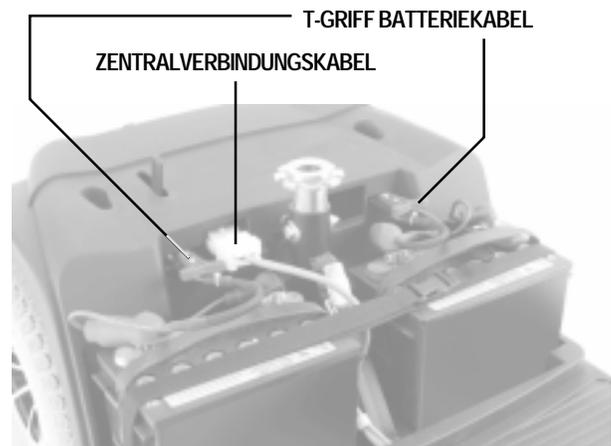

Abbildung 16. Kabelverbindungen
5. Trennen Sie beide T-Griff Batterie Kabel. Siehe Abbildung 16.
6. Zentralverbindungskabel trennen. Siehe Abb. 16.